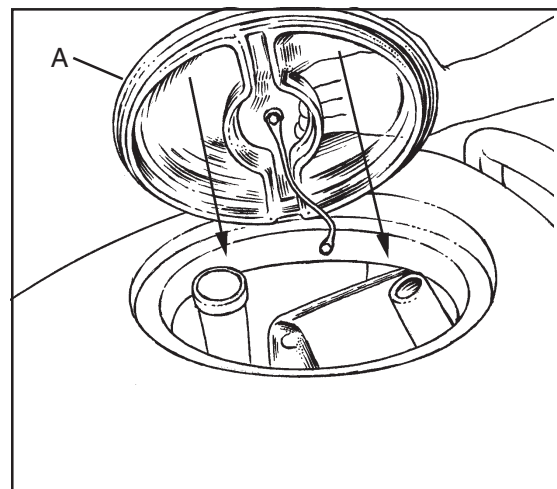

Figure 23
6. Vérifiez que le couvercle du réservoir de récupération est correctement positionné (voir figure 23, A).